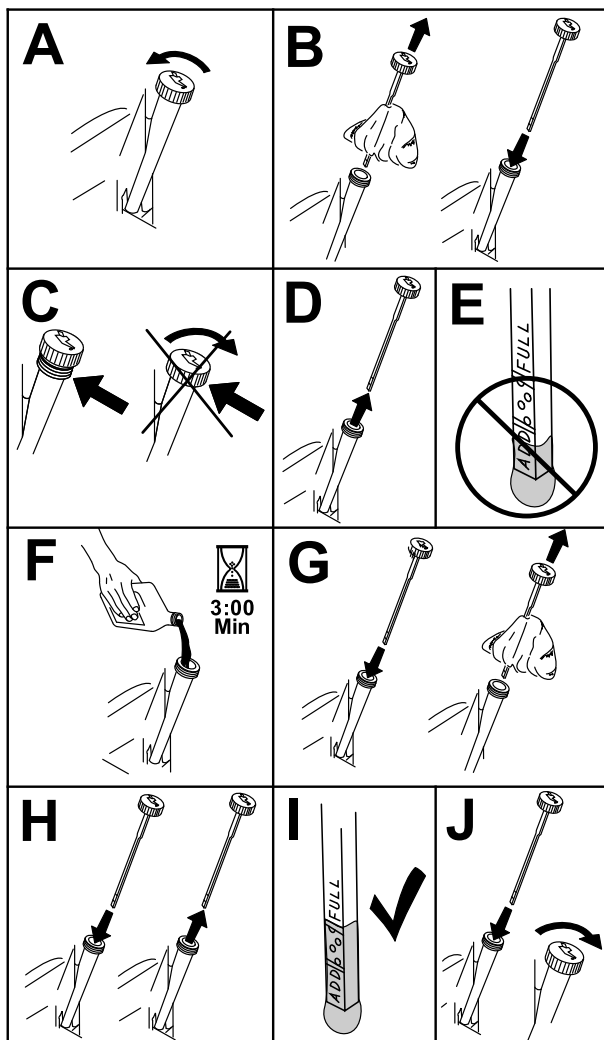

Figura 54
3. Para que no entre suciedad, recortes de hierba, etc., en el motor, limpie la zona alrededor del tapón de llenado/varilla de aceite antes de retirarlo (Figura 54).